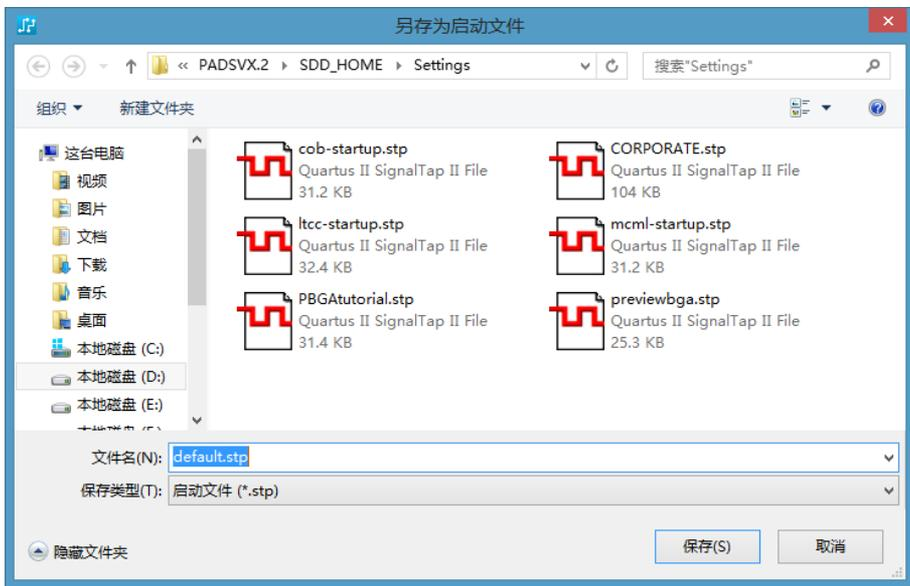

图 6-9 “另存为启动文件”对话框
(2) 执行“文件”→“另存为启动文件”命令，弹出如图 6-9 所示的“另存为启动文件”对话框。